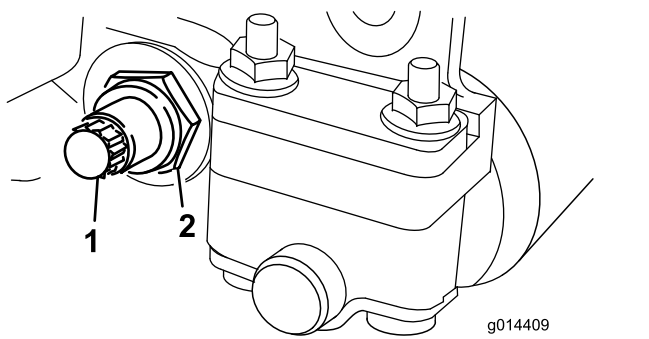

図 14
3. ベッドバーボルト 図 14 を固定しているロックナット機体両側をゆるめる。
4. 各ベッドバーボルトを抜いてベッドバーを下に引き抜いてカッティングユニットから外す 図 14。